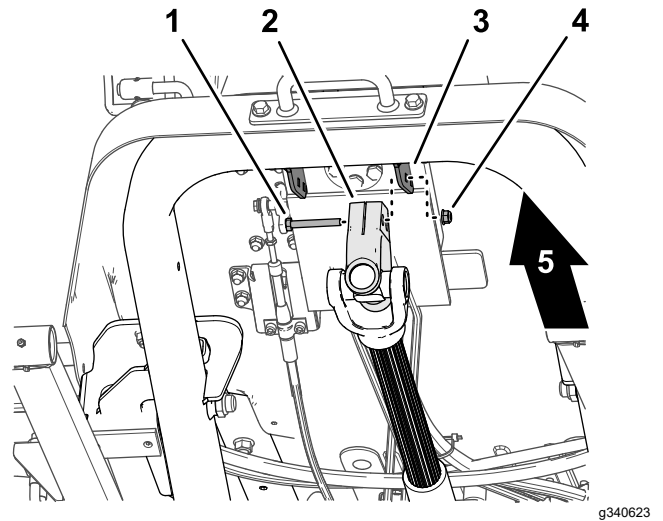

図 17
1. 駆動シャフトを支えながら、駆動シャフトのヨークをステアリングバルブマウントブラケット 図 17 に固定しているキャップスクリューとロックナットを外し、駆動シャフトを慎重に外す。